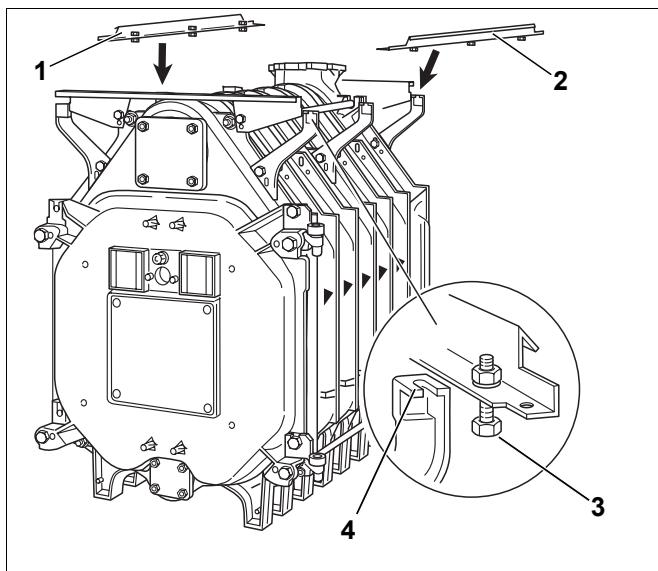

Fig. 38 Montaggio delle guide longitudinali
- ▶ Montare le guide longitudinali (fig. 38, [1] e [2]) su entrambi i supporti sugli elementi posteriore e anteriore.
- ▶ Incastrare le guide longitudinali con le viti premontate (fig. 38, [3]) nelle cavità dei supporti (fig. 38, [4]) e avvitarle ad esse.